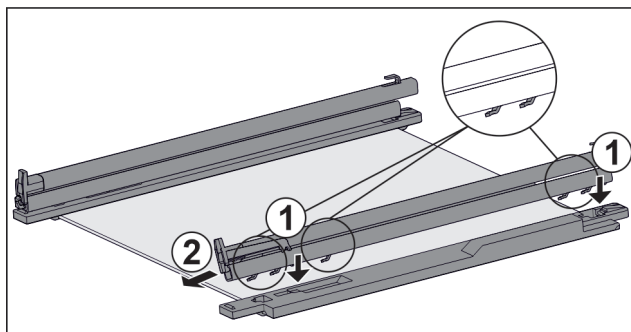

Fig. 100 Steklена plošča z vodili in držalnimi deli
- ▶ Kavelj vodila namestite na odprtine **levega** držalnega dela. Fig. 100 (1)
- ▶ Vodilo potisnite proti sprednji strani. Fig. 100 (2)
- ▶ Kavelj vodila namestite na odprtine **desnega** držalnega dela. Fig. 100 (1)